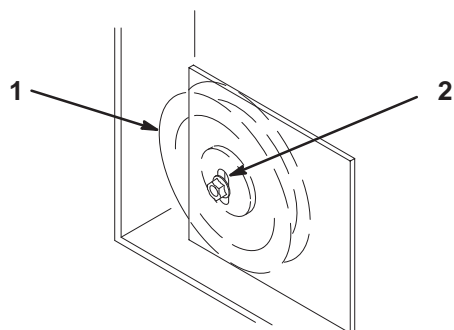

Figure 75
11. Si la plaque de la poulie de tension touche le bout de la fente de réglage et qu'il faut encore tendre la courroie, une légère modification du côté droit de la poulie de tension fixe peut offrir un réglage de tension supplémentaire (Fig. 75).